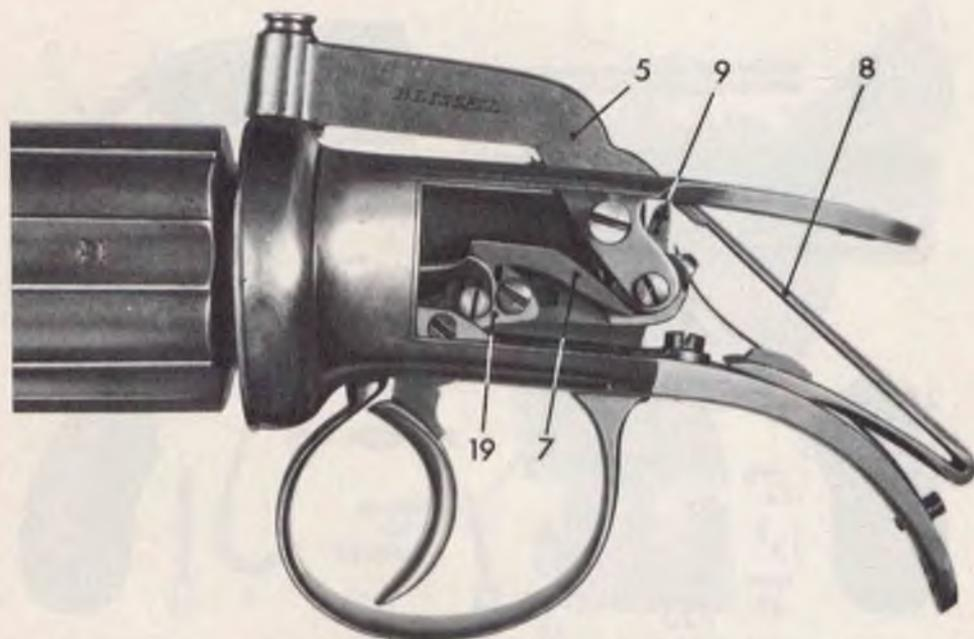
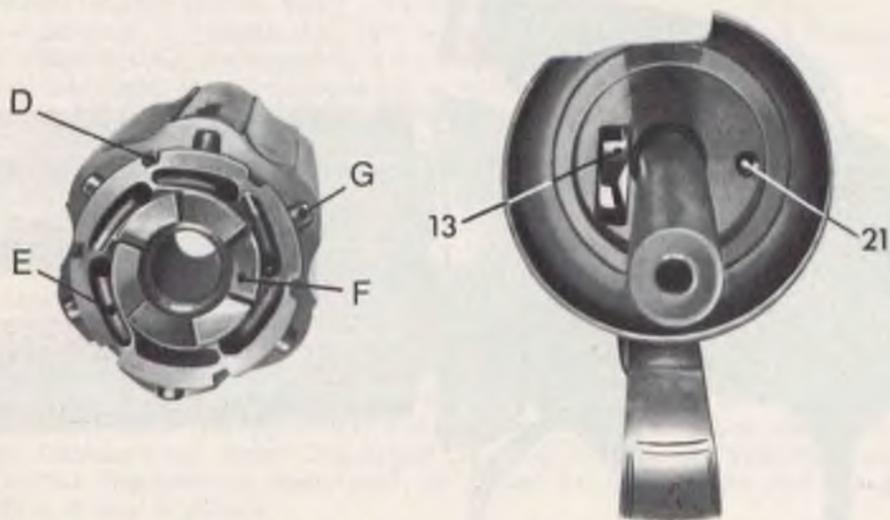

Bild 29: Schloß des englischen Bündelrevolvers von Blissell, die Schlagfeder ist an der Kette ausgehängt.
Bild 31: Blick auf den Schaltstern und den Stoßboden.
**Im Prinzip** ähnlich ist die **englische Pepperbox von Blissell** – London konstruiert. Umsetzer und Abzug mit Mitnehmer entsprechen der Ausführung nach Allen's Patent (Bild 29 und 30). Hier geht der Sperrschieber links direkt gegenüber dem Umsetzer durch den Stoßboden und ragt bei voll gezogenem Abzug, also im Augenblick der Schußauslösung, in dem zweiten Zahnkranz jeweils am Ende jedes Zahnrückens in eine kleine Sackbohrung, wodurch das Laufbündel praktisch starr gerastet ist. Es läßt sich nur um ca. 0,8 mm am Umfang bewegen. Ein Überschleudern der Läufe ist also auch hier völlig ausgeschlossen (Bild 31).